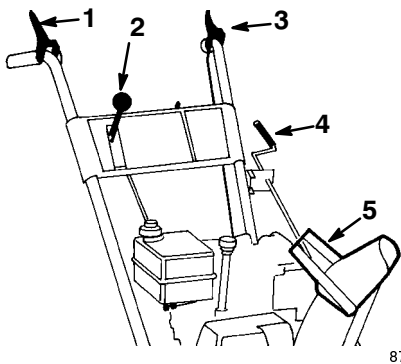

Figure 17
- **Commande de tarière/roue hélice** (Fig. 17)—Pour embrayer la tarière et la roue hélice, serrez la manette contre la poignée de droite du mancheron de droite. Pour les débrayer, lâchez la manette.
- **Levier de changement de vitesse** (Fig. 17)—Cette commande offre cinq vitesses : deux vitesses de marche arrière et trois vitesses de marche avant. Pour changer de vitesse, placez le levier dans la position souhaitée. Le levier s'engage dans un cran pour chaque vitesse choisie. Le changement de vitesse peut être dur lorsque la machine doit fournir de gros efforts.
- **Commande de traction** (Fig. 17)—Pour embrayer la traction (entraînement des roues), serrez la manette contre la poignée du mancheron de gauche. Pour arrêter la traction, lâchez la manette.
- **Commande d'orientation de l'éjecteur** (Fig. 17)—Tournez la commande d'orientation dans le sens des aiguilles d'une montre pour déplacer l'éjecteur vers la gauche, ou en sens contraire pour le déplacer vers la droite.
- **Poignée du déflecteur** (Fig. 17)—Déplacez la poignée du déflecteur vers l'avant pour rejeter la neige plus bas ou vers l'arrière pour la rejeter plus haut.
2. Vérifiez si la manette de commande de tarière/roue à hélice et la manette de commande de traction sont bien *débrayées* (Fig. 17).
10. Sélectionnez la première (Fig. 17), serrez la manette de commande de traction contre la poignée, puis relâchez-la. Si la déneigeuse se met à avancer avant que vous ayez engagé la manette de commande ou après que vous l'avez relâchée, reportez-vous à la rubrique *Réglage de l'entraînement de traction*, page 22.
4. Relâchez les manettes de commande de traction et de tarière/roue hélice (Fig. 17).